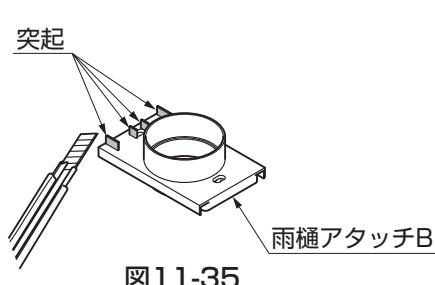

図11-35
⑤雨樋アタッチBの4ヶ所の突起をカッターで除去してください。(図11-35参照)
⑥天井材に $\phi 3.2$ の下穴をあけてから雨樋アタッチBを雨樋アタッチメントに挿入し【6-1】で取付けてください。
⑦堅樋の長さをH24の場合は2138mmに、H29の場合は2593mmに切断してください。